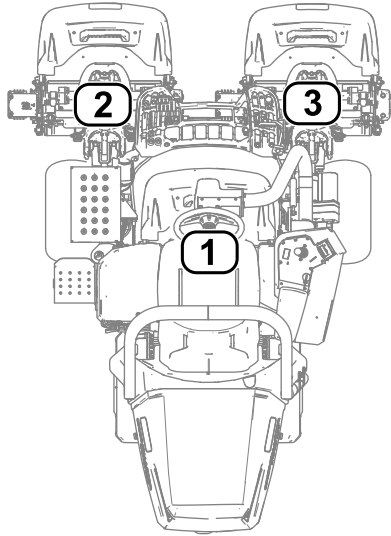

Bild 28
- **1** bezieht sich auf das mittlere Mähwerk (Bild 28)
- **2** bezieht sich auf das linke Mähwerk (Bild 28)
- **3** bezieht sich auf das rechte Mähwerk (Bild 28)